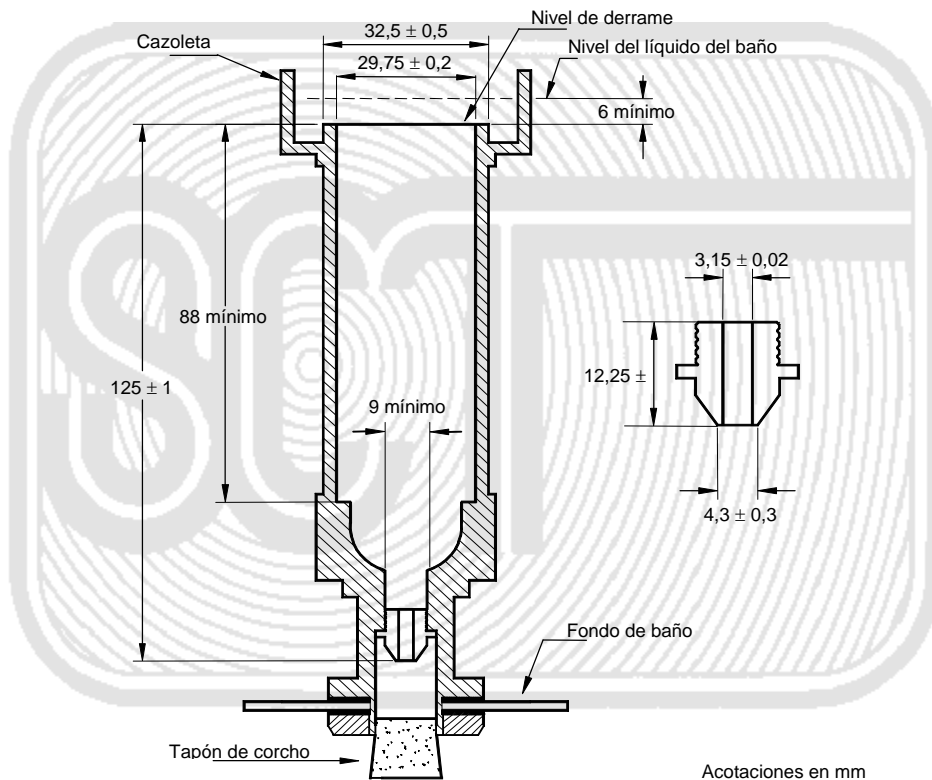

Figura 1.- Tubo de viscosidad Saybolt y boquilla con orificio Furol
- Un tubo de viscosidad Saybolt y boquilla con orificio Furol, ambos de metal resistente a la corrosión, con la forma y dimensiones indicadas en la Figura 1 de este Manual. El tubo estará provisto con una tuerca en su parte inferior para fijarlo en posición vertical en el recipiente del baño y con un tapón de corcho u otro dispositivo similar que impida el flujo del material asfáltico, que tenga un cordón o cadena para facilitar su remoción.